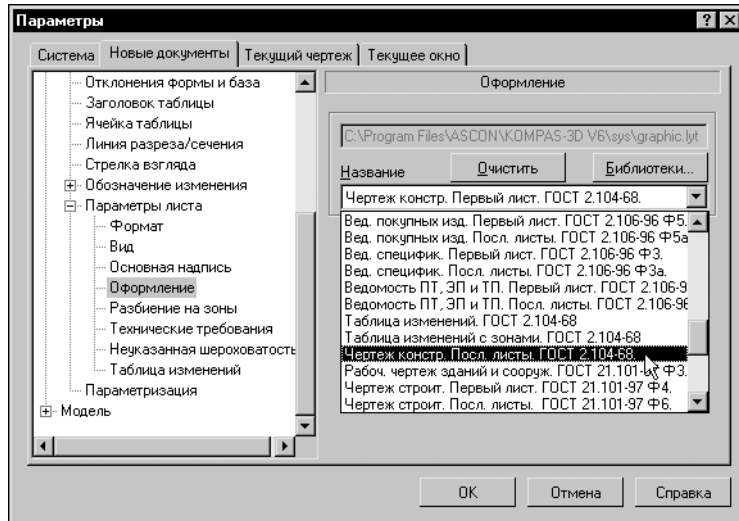

Рис. 49.24. Выбор оформления по умолчанию для новых документов
4. В правой части диалога выберите из списка **Название** оформление *Чертеж конструкторский. Последующие листы. ГОСТ 2.104-68* и нажмите кнопку **ОК** (рис. 49.24).